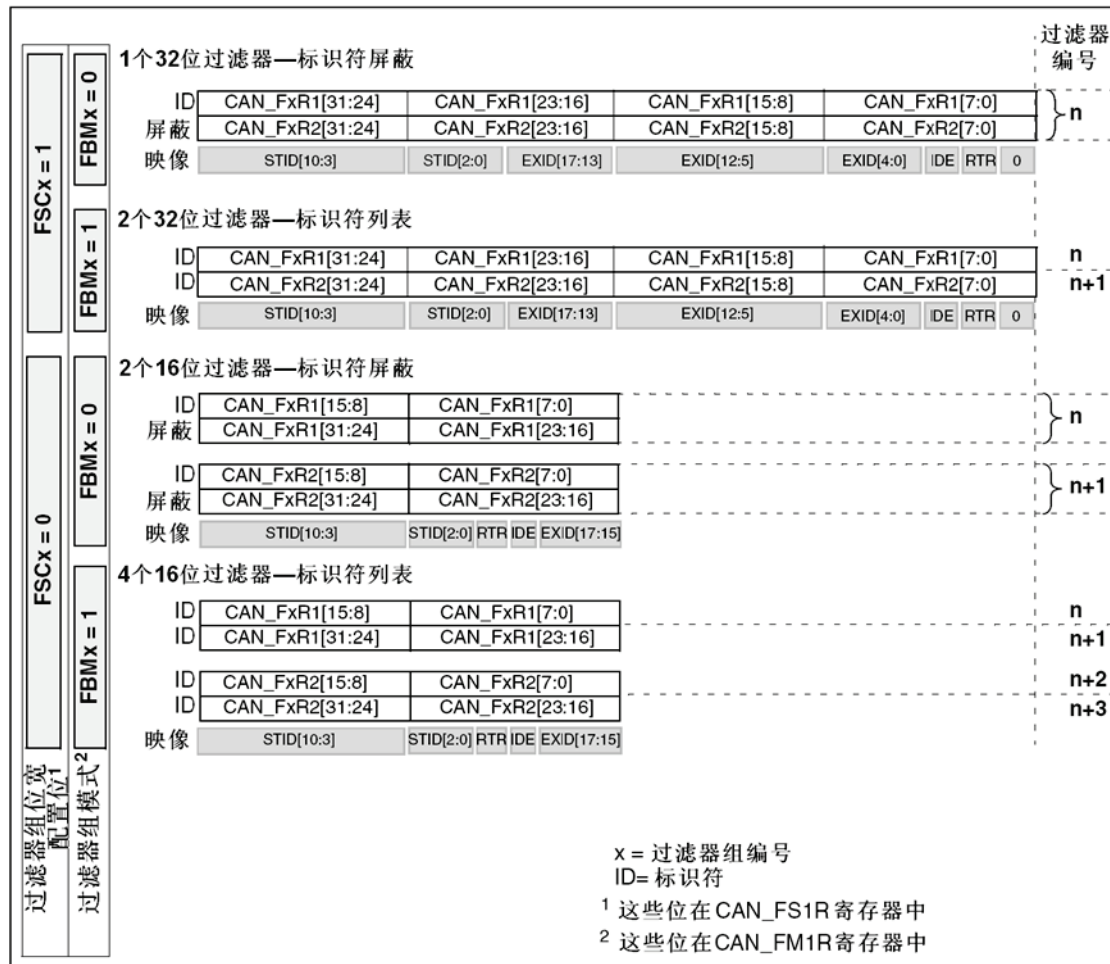

图 203 过滤器组位宽设置 - 寄存器组织
- 2 个 16 位过滤器, 包括: STDID[10:0]、IDE、RTR 和 EXTID[17:15]位可参见图 203。
过滤器组可以通过相应的 CAN_FMR 寄存器配置。在配置一个过滤器组前, 必须通过清除 CAN_FAR 寄存器的 FACT 位, 把它设置为禁用状态。通过设置 CAN_FS1R 的相应 FSCx 位, 可以配置一个过滤器组的位宽, 请参见图 203。通过 CAN_FMR 的 FBMx 位, 可以配置对应的屏蔽/标识符寄存器的标识符列表模式或屏蔽位模式。